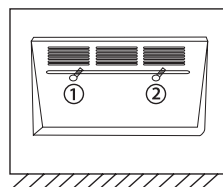

рис. 6
- Подвесьте конвектор (рис. 6) используя кронштейны для подвешивания (6), расположенные на задней стенке устройства.